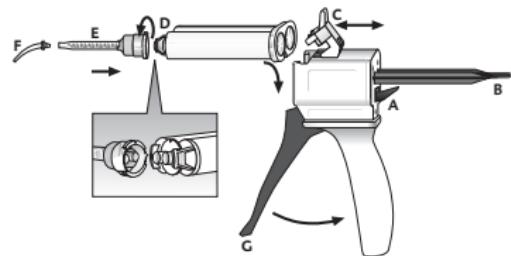

Fig. 1
1. Spingere la leva [Fig. 1, pos. A] posta sul lato posteriore dell'Automix-Dispenser ed estrarre completamente la valvola [Fig. 1, pos. B].
2. Sollevare il coperchio di plastica [Fig. 1, pos. C], inserire la cartuccia e richiuderlo [Fig. 1, pos. C].
1. Estrarre il tappo della cartuccia [Fig. 1, pos. D] o la cannula di miscelazione usata, ruotandoli di 90° in senso antiorario, e gettarli.
2. Applicare una nuova cannula di miscelazione [Fig. 1, pos. E].
4. Applicare un Intraoral-Tip [Fig. 1, pos. F].
- Miscelare il materiale nella cannula di miscelazione tramite la leva [Fig. 1, pos. G] sull'Automix-Dispenser e applicare direttamente.
2. Sollevare il coperchio di plastica [Fig. 1, pos. C] e sfilare la cartuccia.